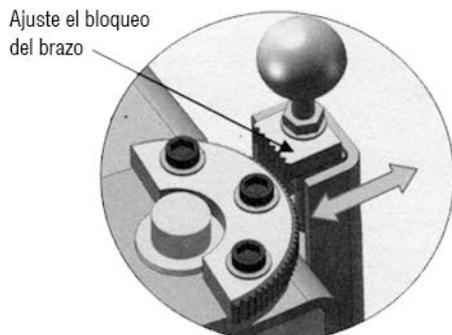

Fig. 26
3. Ajuste el bloqueo del brazo según la dirección de la flecha (Fig. 26)